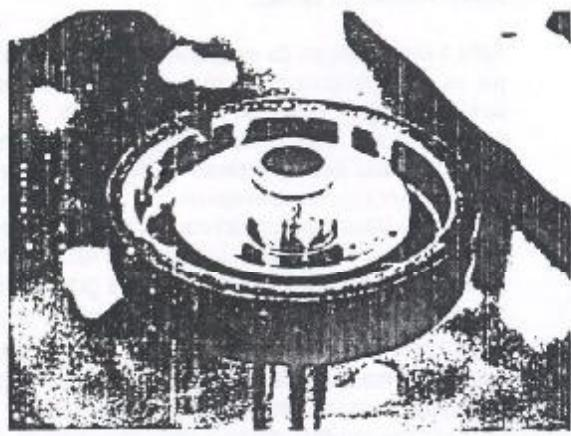

Figura 4.13.9 - Instalação do prato
- Instalar o prato, observando o correto alinhamento do rasgo existente no mesmo com o pino de retenção das válvulas (Figura 4.13.9).